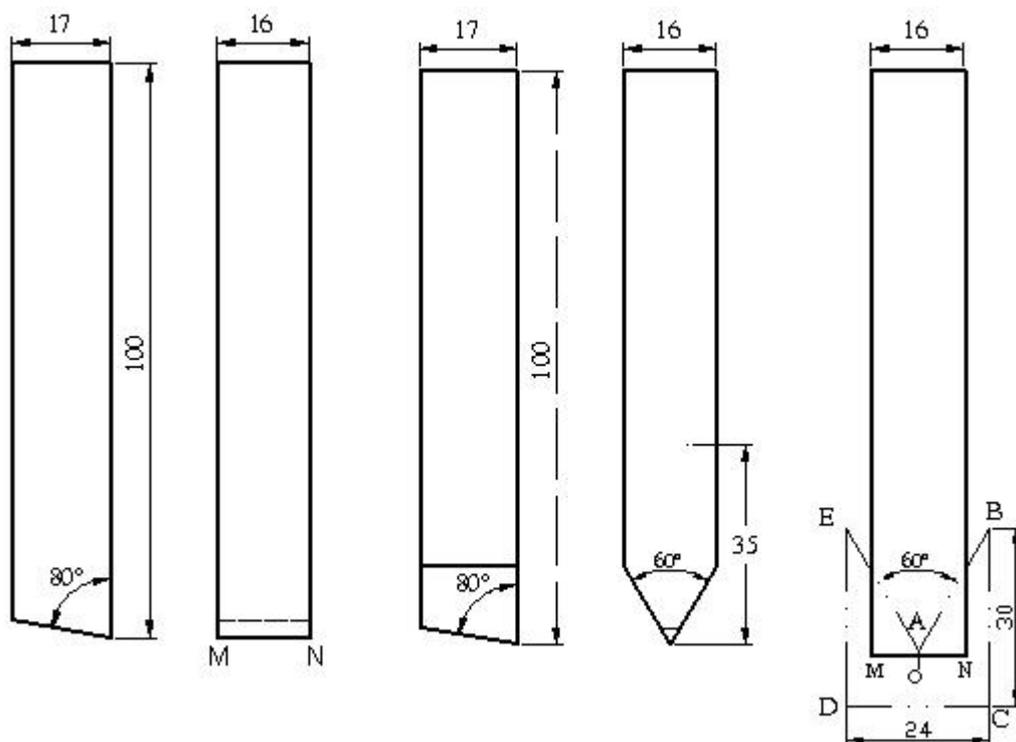

图 7-24 螺纹车刀
4. 如图 7-24 (a) 所示车刀毛坯, 现通过线切割加工成图 7-24 (b) 所示螺纹车刀, 图 7-24 (c) 为切割加工过程中轨迹路线图, 其中 O 点为穿丝孔, A 点为起割点。
- (1)  $OA$  线段长通常为多少? 能否取 10mm, 为什么?
- (2)  $O$  点到车刀顶部  $MN$  线段的距离通常为多少, 为什么? 该距离的值能否等于电极丝的半径, 为什么?
- (3) 在图 7-24 (c) 加工路线中是顺时针加工还是逆时针加工, 为什么?
- (4) 自己假设  $OA$  线段的大小及  $O$  到  $MN$  线段的距离, 详细说明电极丝定位于  $A$  点的具体过程。